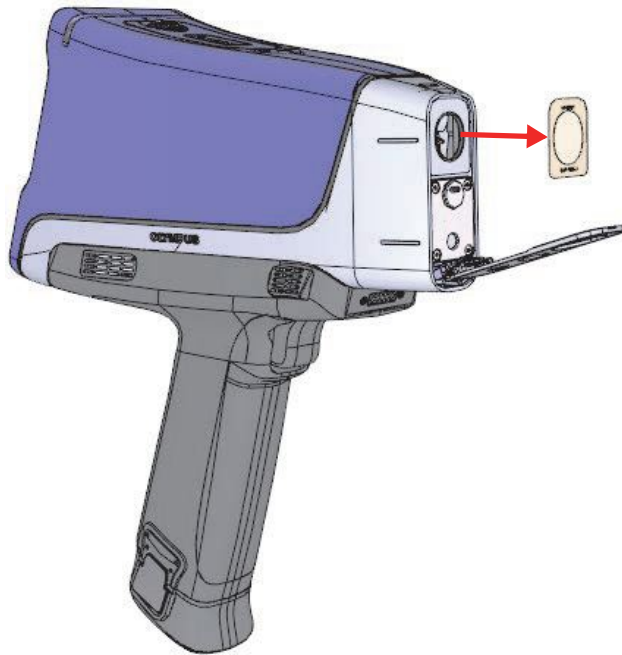

图 4-4 测量窗口的拆除
5. 从探头组合件中拆下旧的测量窗口，如第95页的图 4-4所示。